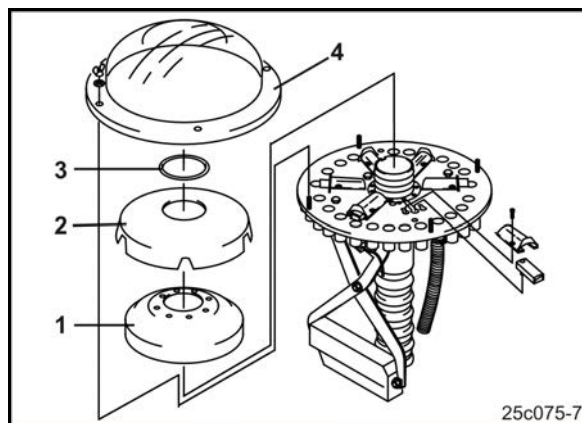

Рис. 148
6. Заполните бесступенчатый редуктор через заправочный патрубок (Рис. 148/2) до смотрового глазка гидравлической жидкостью.
10. Закрепите пенопластовую вставку (Рис. 148/1).
11. Закрепите внутреннюю крышку распределителя (Рис. 148/2).
12. Установите кольцо (Рис. 148/3)
13. Установите внешнюю крышку распределителя (Рис. 148/4)